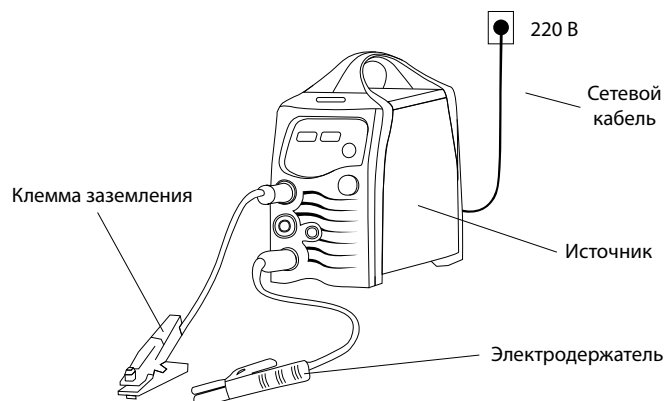

Рис. 5. Схема подключения оборудования для ручной дуговой сварки покрытым электродом ММА
1. Произведите подключение согласно **рисунок 5**.